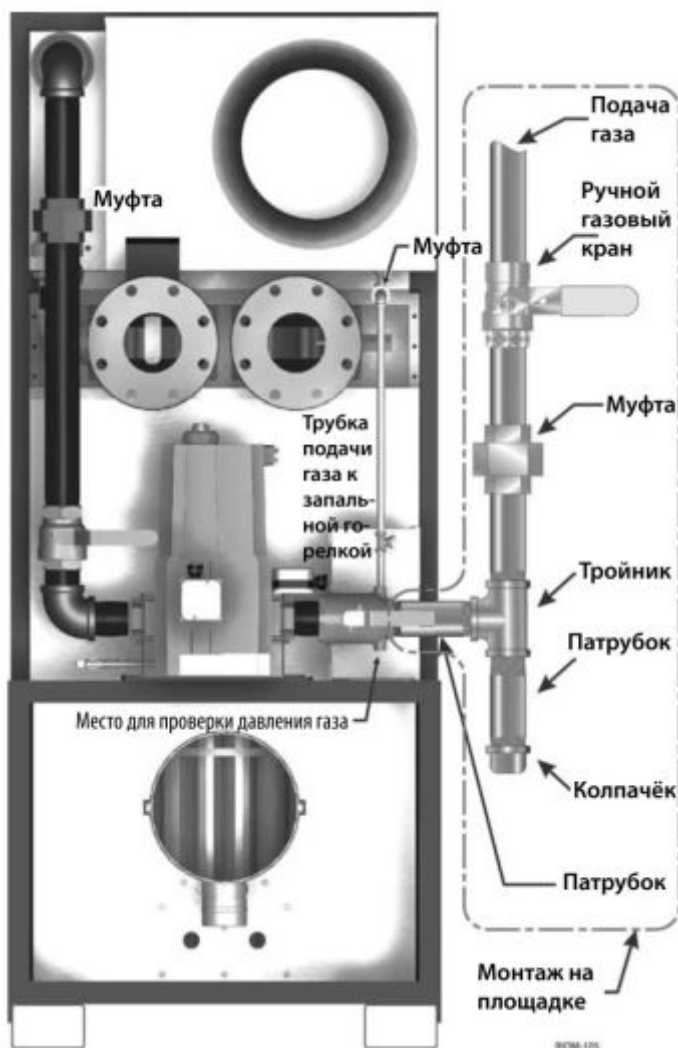

Рис. 17.2. Подключение котла к газовой магистрали(пример)
При проверке давления в распределительной сети контролирующие устройства котла должны быть защищены. Если входное давление меньше или равно 3,5 кПа, изолируйте котёл, перекрыв ручной газовый кран (рис.17.2.). Если входное давление больше или равно 3,5 кПа, перекройте также запорный кран котла.
4. Закройте основной газовый кран (установленный при монтаже) (рис. 17.2).
7. Вставьте фитинг в штуцер для измерения входного давления газа и подсоедините манометр с минимальным диапазоном измерения 50,8 мм. вод. ст. (рис. 17.2).
9. Откройте основной газовый кран (установленный при монтаже) (рис. 17.2).
10. Установите переключатель "Remote/Local", размещенный на плате блока управления, в положение Remote (Дистанционное управление) (рис. 17.2).
17. Закройте основной газовый кран (рис. 17.2).
22. Откройте основной газовый кран (рис. 17.2).